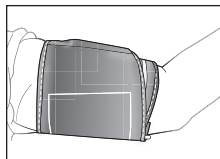

Fig. 6
5. El brazalete debe ajustarse cómodamente, pero ajustado, alrededor de su brazo, Fig. 6. Debería poder insertar un dedo fácilmente entre su brazo y el brazalete.